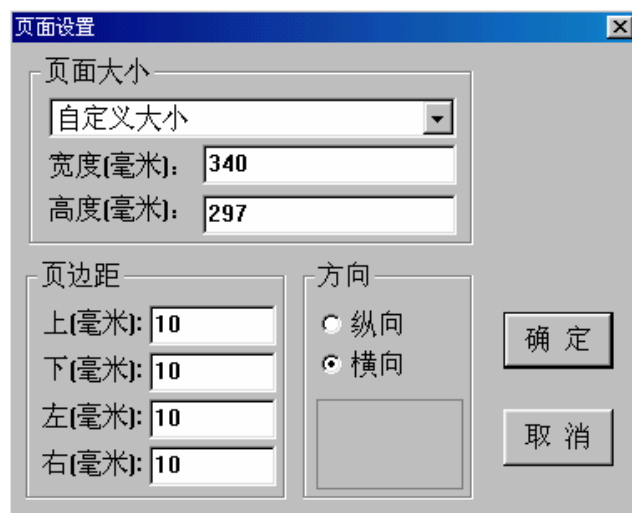

图 9-2 页面设置
2. **页面设置：**通过文件下的“页面设置”功能设置报表的大小及其版面。如图 9-2 所示：